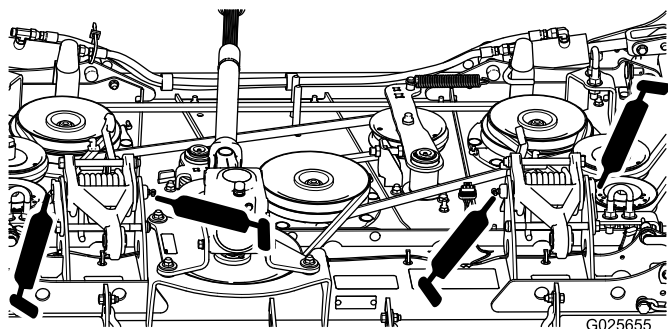

Figura 12
- Uniãos da plataforma (5) (Figura 12)